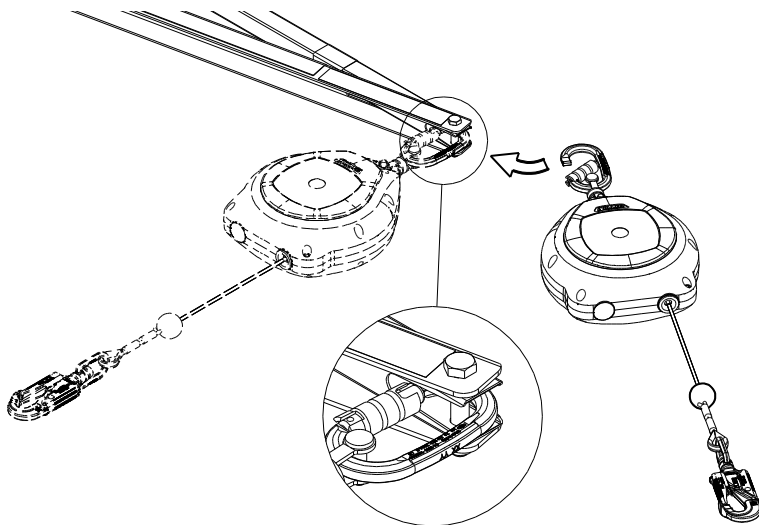

Bild 28. Anslutning av Falcon Fallskyddsblock 6,2m.
2. Nästa steg är att ansluta fallskyddsblocket. Se till att blocket är korrekt anslutet och fastsatt till förankringspunkten för SkyReach Förankringsenhet. Bild 28 visar hur 6,2 m Falcon Fallskyddsblock är fäst till förankringspunkten.